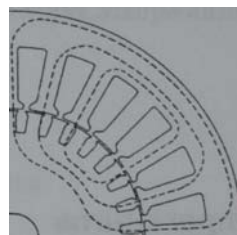

Fig. 3
6. Considerando la Fig.3 se tiene que la FMM eficaz por polo y la corriente de magnetización vienen dadas por las expresiones que siguen ¿Cuál es su significado físico? ¿Cuál la información de diseño? (0,538 ptos)